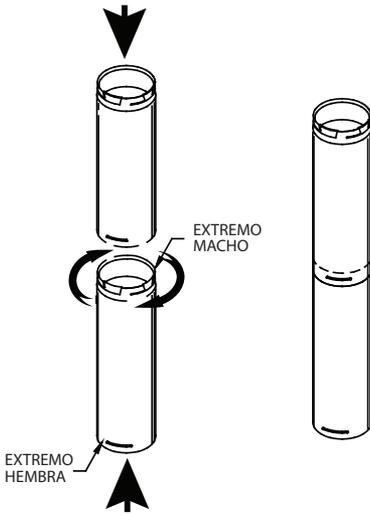
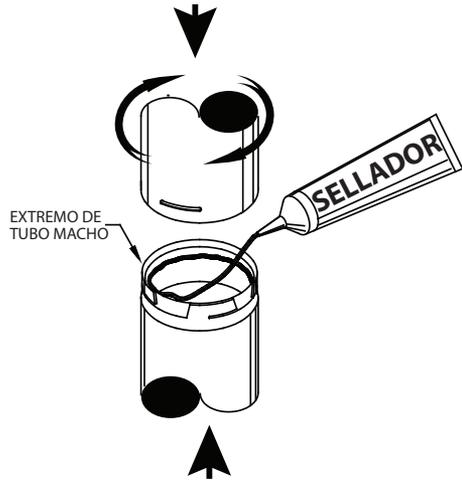

Figura 4
Figura 5
D. Conecte las secciones del tubo. Anexe las secciones del tubo de PelletVent Pro empujando los extremos macho y hembra del tubo juntos y girando hasta que el tubo esté en la posición bloqueada (**Figura 4**). Las secciones del tubo de PelletVent Pro no requieren sellador; no obstante, en determinadas instancias, se puede usar un sellador de silicona de alta temperatura. Selle la conexión en donde los recubrimientos internos se superponen para alcanzar mejores resultados (**Figura 5**). No se necesitan tornillos, pero se pueden usar tornillos de 1/4" (0.63 cm); no obstante, asegúrese de no perforar el recubrimiento interno.